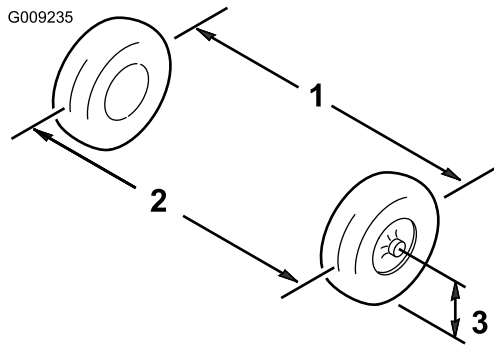

Bild 38
1. Messen Sie den Abstand zwischen beiden Vorderreifen auf Achshöhe (an der Vorder- und Rückseite der Vorderreifen) (Bild 38).